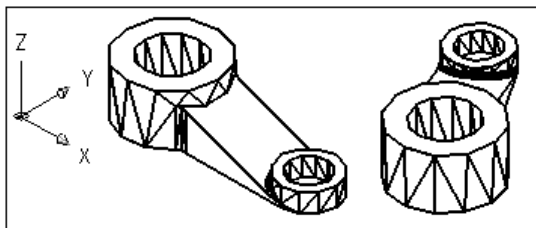

Рис. 6.1. Исходное тело до и после поворота на 90°
4. Ввести в командной строке значение угла поворота и нажать клавишу <Enter> (пример выполнения команды изображен на рис. 6.1).